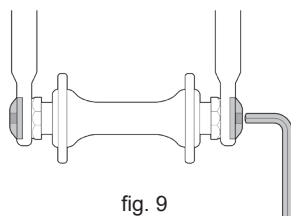

fig. 9
- Un asse del mozzo cavo con un perno che presenta un dado a un'estremità e un innesto per chiave esagonale, una leva di bloccaggio o un altro dispositivo bloccante all'altra (perno passante) (Fig. 9).
3. Se la bicicletta presenta un sistema di bloccaggio della ruota anteriore del tipo perno e bullone o a bullone (fig. 9 e 10), allentare di qualche giro le viti in senso antiorario utilizzando la chiave appropriata o tramite la leva integrata. Quindi proseguire al punto (4).